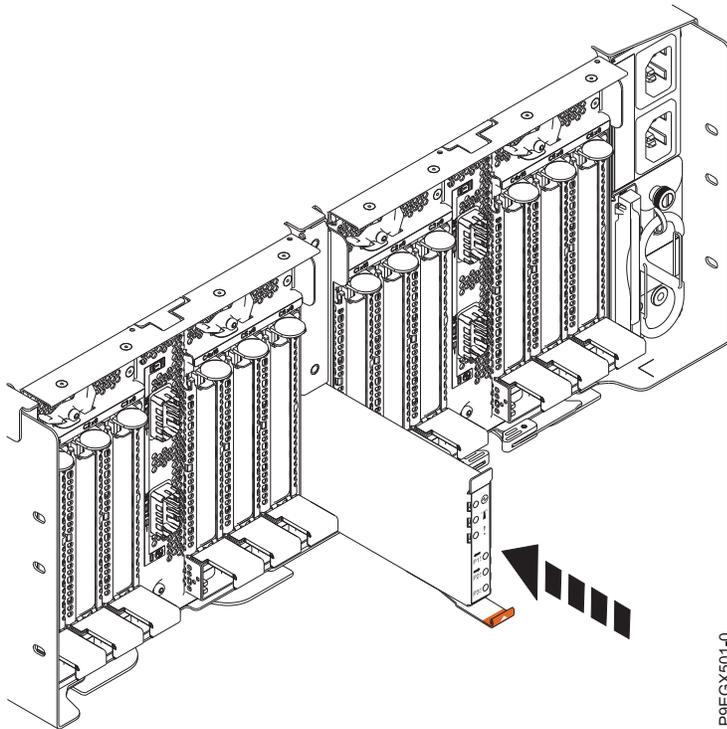

Abbildung 4. Kabelkanal für Kontrollleuchten wiedereinbauen - Einschub für EMX0-PCIe3-Erweiterungen
3. Stellen Sie sicher, dass die Lasche an der Unterseite des Kabelkanals für Kontrollleuchten einrastet (siehe Abb. 4 auf Seite 5).